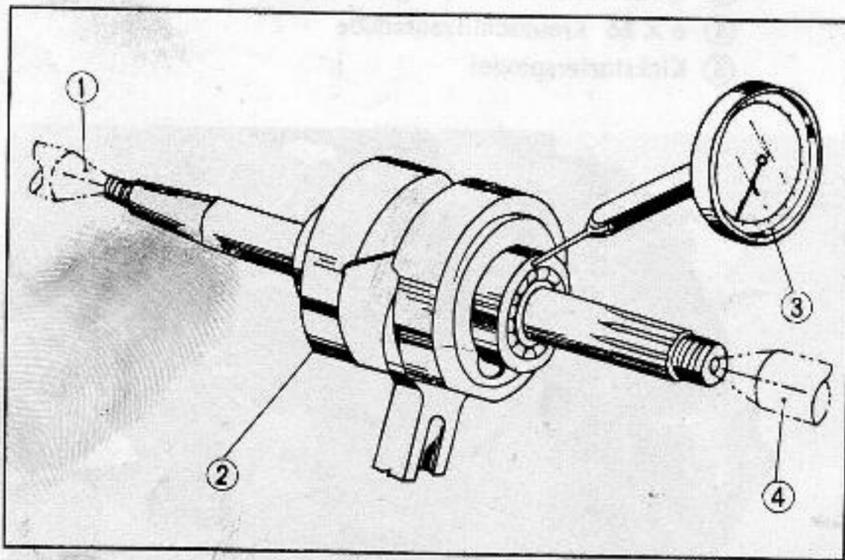

Abb. 3.75 Axialspiel messen
(2) Die Kurbelwelle an den Achspunkten abstützen, das Lager axial und vertikal drehen und Axialspiel messen. (Abb. 3.75)